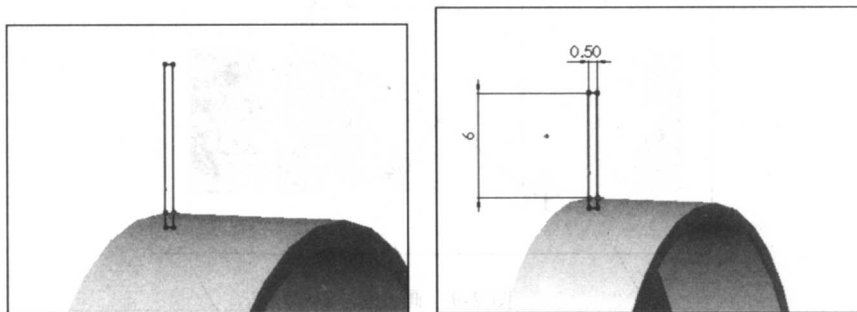

图 2-12 画矩形
**STEP 10** 以新建基准面为绘图基准平面，绘制如图 2-12 所示的矩形，并标注尺寸。